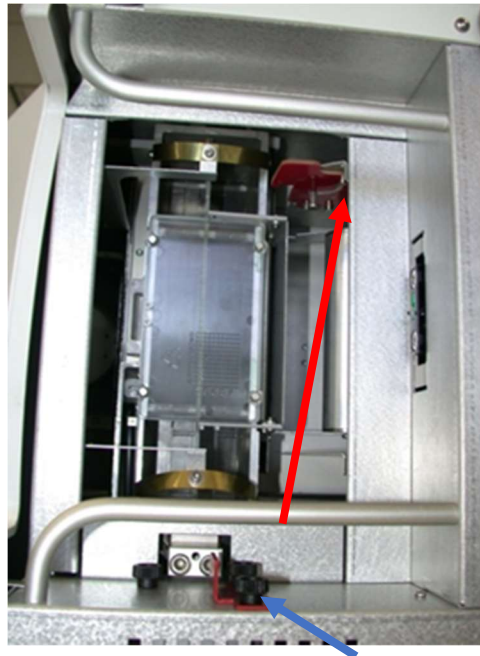

Figure 1. Verrous de transport 1 (flèche rouge) et 2 (flèche bleue).
- 7.6.1 La figure 1 indique la position des deux verrous de transport en position déverrouillée.